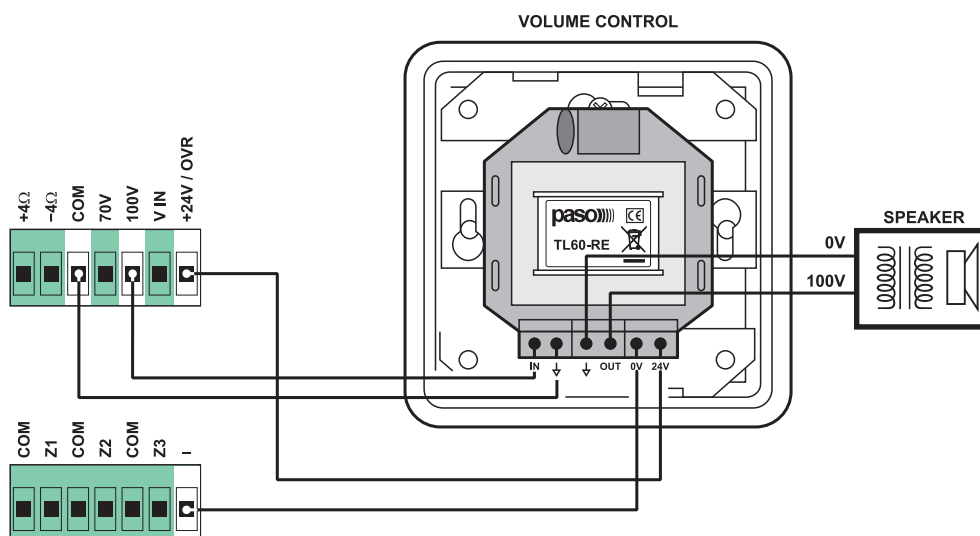

Fig. 4.11.1
Sulle morsettiere di uscita (13) e (31) è disponibile un'uscita di OVERRIDE a 24Vcc per attivare i relè di by-pass dei regolatori di volume per i diffusori sonori, in modo da consentire la diffusione dell'annuncio al massimo livello. **Tale comando è attivo nella condizione di chiamata in corso (CALL).** L'uscita è protetta da fusibile ripristinabile, la portata massima è di 120 mA. Vedere la Fig. 4.11.1 per un esempio di collegamento.
A 24Vdc **OVERRIDE** output is available on the output terminal blocks (13) and (31) to activate the volume regulator by-pass relays for the loudspeakers, so that the announcement can be broadcast at the highest level. **This control is active in the call-in-progress (CALL) condition.** The output is protected by a resettable fuse, the maximum capacity is 120 mA. See Fig. 4.11.1 for a connection example.